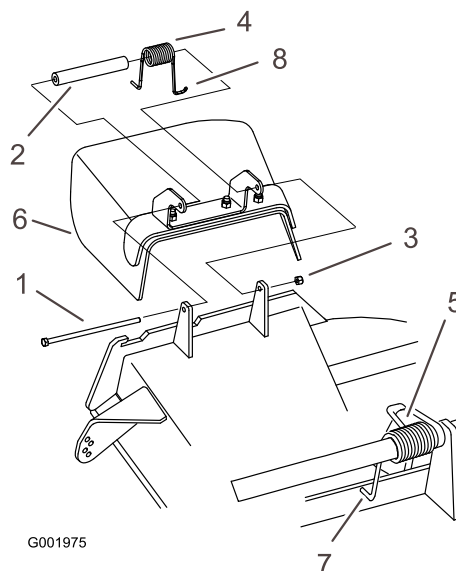

Figura 72
1. Retire la contratuerca, el perno, el muelle y el espaciador que sujetan el deflector a los soportes de pivote (Figura 72). Retire el deflector de hierba dañado o desgastado.
Nota: Asegúrese de colocar el extremo en **L** del muelle detrás del reborde de la carcasa antes de instalar el perno, según se muestra en la Figura 72.
3. Instale el perno y la tuerca. Coloque el extremo en **J** del muelle alrededor del deflector de hierba (Figura 72).